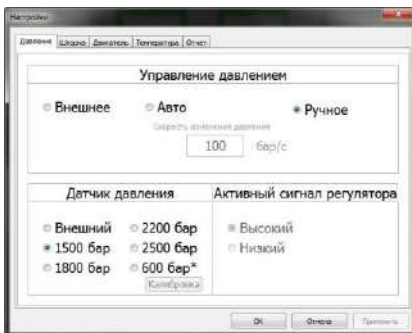
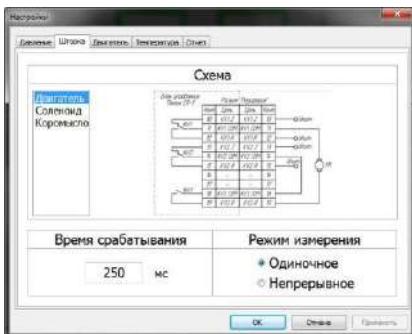
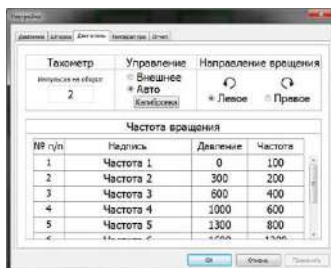
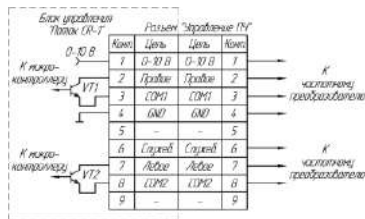

Рисунок 7.11 – Окно настроек
Рисунок 7.15 – Окно настройки шторки-задвижки
Рисунок 7.16 – Окно настройки измерения и регулировки частоты вращения двигателя
Рисунок 7.17 – Распайка разъема "Управление ПЧ".
Для перехода к настройкам необходимо выбрать в строке меню главного окна программы выбрать пункт "Конфигурация" и в меню выбрать пункт "Настройки". На экране появится окно настроек (см. рис. 7.11).
Для выбора режима управления давлением необходимо в окне настроек (см. рис. 7.11) выбрать закладку "Давление" и на панели "Управление давлением" выбрать необходимый режим управления.
Для выбора режима управления давлением необходимо в окне настроек (см. рис. 7.11) выбрать закладку "Давление" и на панели "Датчик давления" выбрать используемый датчик давления.
1. В окне настроек (см. рис. 7.11) выбрать закладку "Давление".
Для выбора схемы управления шторкой необходимо в окне настроек (см. рис. 7.11) выбрать закладку "Шторка" и на панели "Схема" выбрать используемую схему управления шторкой (см. рис. 7.15).
Для этого необходимо в окне настроек (см. рис. 7.11) выбрать закладку "Шторка" и задать время срабатывания шторки на одноименной панели (см. рис. 7.15).
Для выбора режима измерения необходимо в окне настроек (см. рис. 7.11) выбрать закладку "Шторка" и на панели "Режим измерения" выбрать необходимый режим (см. рис. 7.15).
Для этого необходимо в окне настроек (см. рис. 7.11) выбрать закладку "Двигатель" и на панели "Тахометр" задать количество импульсов на один оборот двигателя (см. рис. 7.16).
При выборе правого направления вращения транзистор VT1 открыт, транзистор VT2 закрыт (см. рис. 7.17).
При выборе левого направления вращения транзистор VT1 закрыт, транзистор VT2 открыт (см. рис. 7.17).
Для настройки направления вращения необходимо в окне настроек (см. рис. 7.11) выбрать закладку "Двигатель" и на панели "Направление вращения" задать направление вращения (см. рис. 7.17).
Для настройки направления режима управления двигателем необходимо в окне настроек (см. рис. 7.11) выбрать закладку "Двигатель" и на панели "Управление" выбрать необходимый режим управления двигателем (см. рис. 7.16).
Для этого необходимо в окне настроек (см. рис. 7.11) выбрать закладку "Двигатель" и на панели "Управление" нажать кнопку "Калибровка" и следовать инструкциям на экране.
Соответствие частоты вращения и диапазона давлений задается в окне настроек (см. рис. 7.11), на закладке "Двигатель" (см. рис. 7.16).